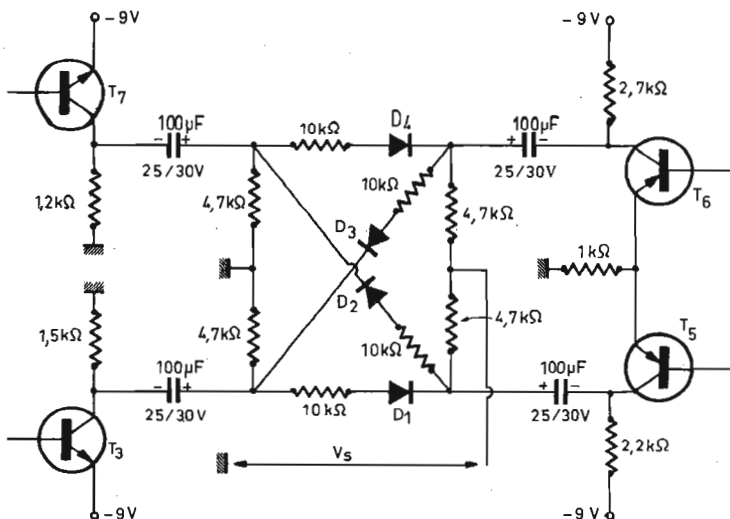

FIG. 7
V. MODULATEUR EN ANNEAU DE SORTIE (Fig. 7)